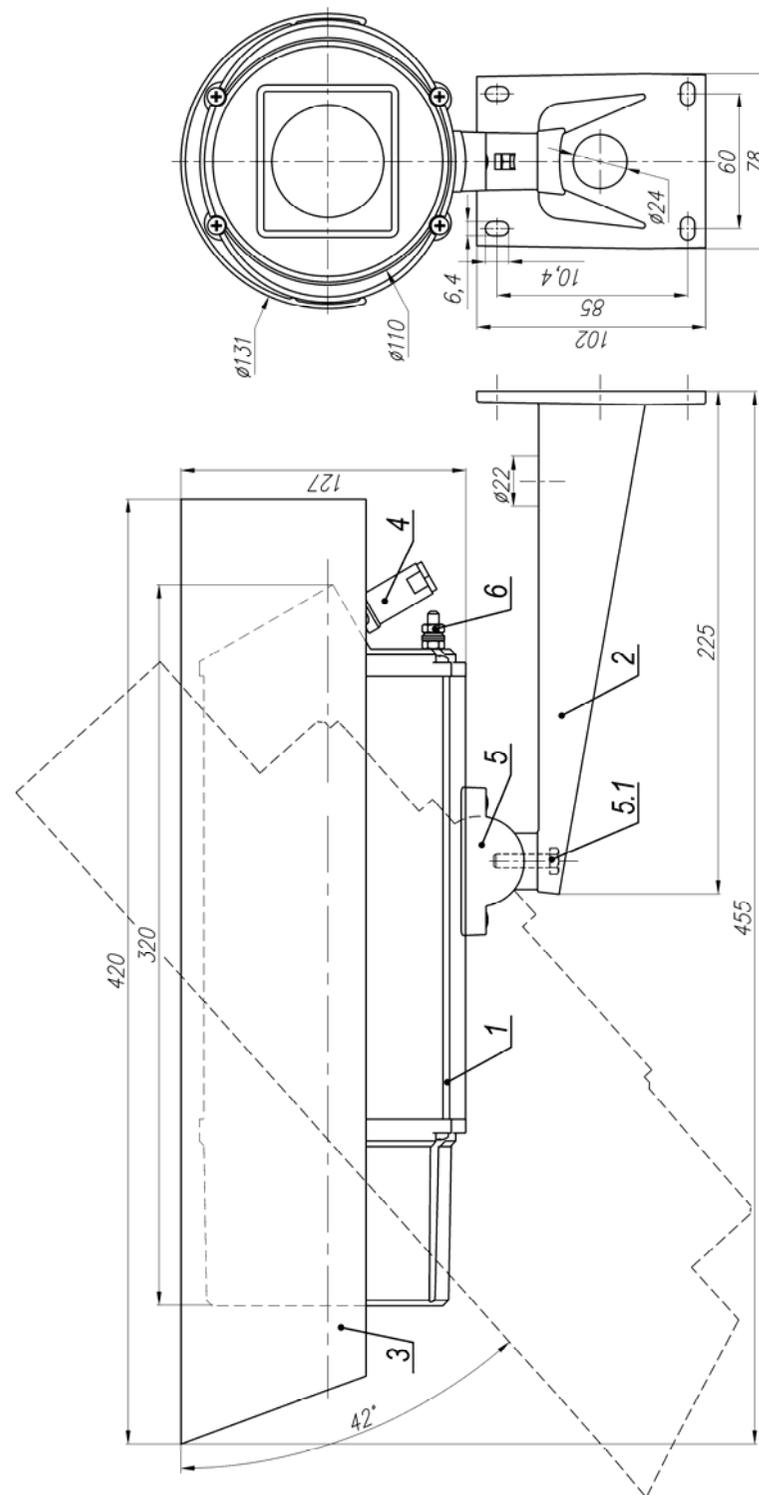

Рис.1 Габаритные и установочные размеры ТВК-93 IP
3. Ослабив болт фиксации шарнира (поз.5.1 рис.1), установить гермобокс на нужное направление обзора, после чего надежно зафиксировать шарнир затянув болт.
4. Заземлить гермобокс с помощью болта заземления (поз.6 рис.1).
Состав изделия: (см. рис.1)